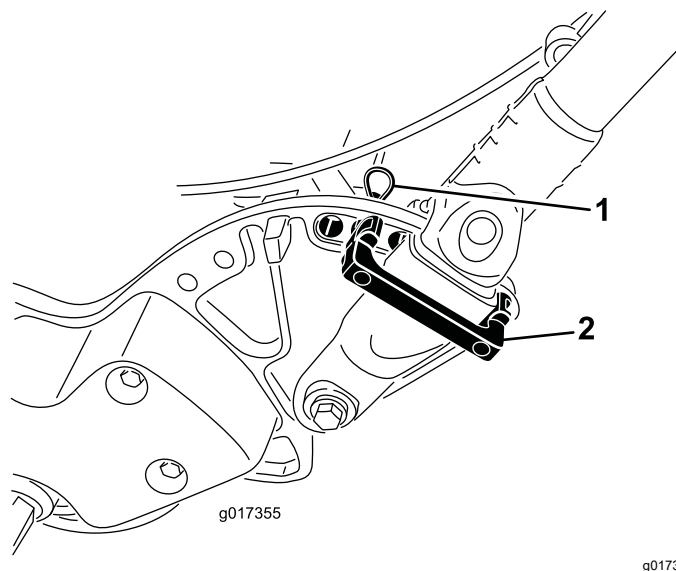

Figura 25
1. Togliete la coppiglia a forcina dai fermi della stegola (Figura 25) da ciascun lato della macchina.
2. Sostenete la stegola, togliete la coppiglia a forcina da ciascun lato, quindi ruotate la stegola nella posizione operativa desiderata (Figura 25).